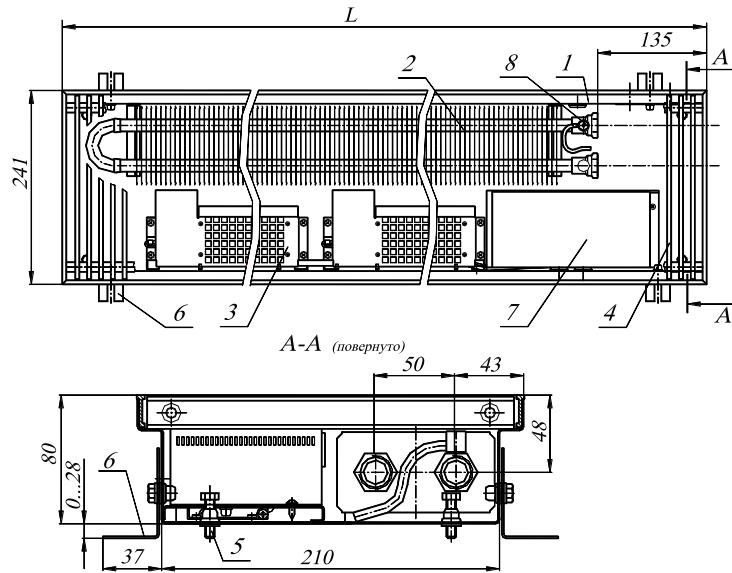

Рис.1 Конвектор KV 24.08.060...300-ВК (ВТ) - П
4.1. Конвекторы имеют (см. рис.1):
4.3 Размeры и технические характеристики приборов представлены на Рис.1, 2 и таблице.